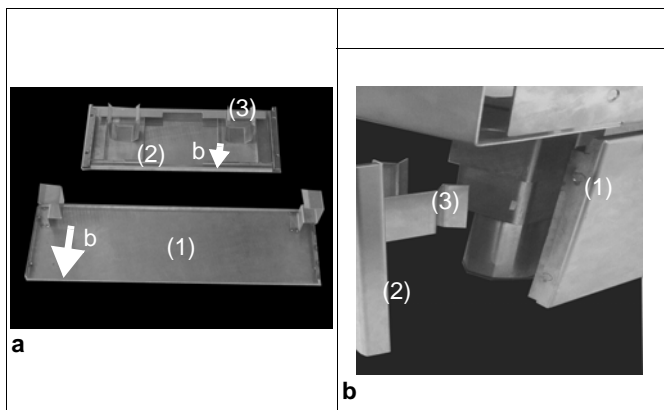

Fig.3 Sockelmontage
- Seitensockel links und rechts (1 / Fig.3).
- Sockel für die Frontseite und bei freistehenden Geräten zusätzlich für die Rückseite (2 / Fig.3).
- ⇒ Seitensockel (1 / Fig.3) von vorne nach hinten mit der Halterung auf die Beine schieben. Der längere Abstand (b / Fig.3) der Halterung muss unten sein.
- ⇒ Halterungen (3 / Fig.3) am Sockel (2 / Fig.3) anbringen. Der längere Abstand (b / Fig.3) der Halterung muss unten sein.
- ⇒ Sockel mit den Halterungen (3 / Fig.3) auf die Beine stecken.